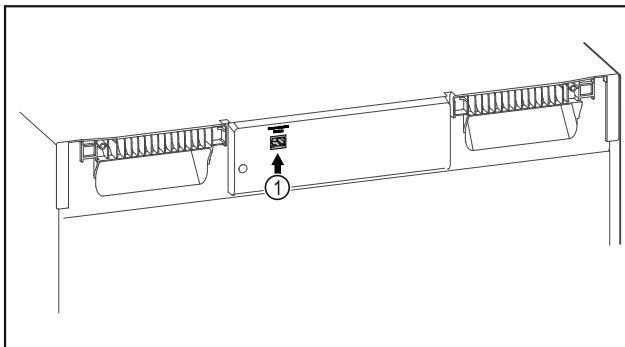

Fig. 98
- Το SmartModule Fig. 98 (1) χρησιμοποιείται.